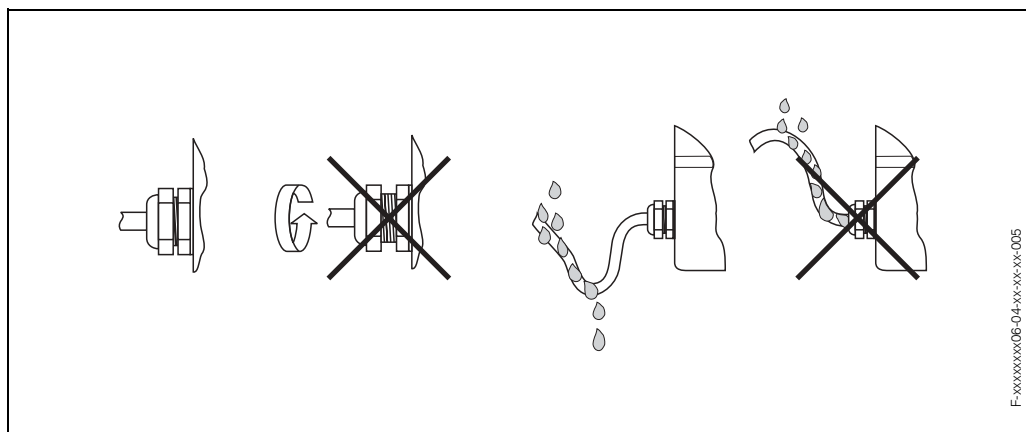

Рис. 19: Инструкция по выполнению ввода кабеля
- Надежно затяните кабельные вводы (рис. 19).
- Перед кабельным вводом кабель должен иметь прогиб вниз ("ловушку воды", рис. 19). Это предотвращает проникновение влаги через кабельный ввод. Всегда устанавливайте измерительный прибор так, чтобы кабельный ввод не был обращен вверх.